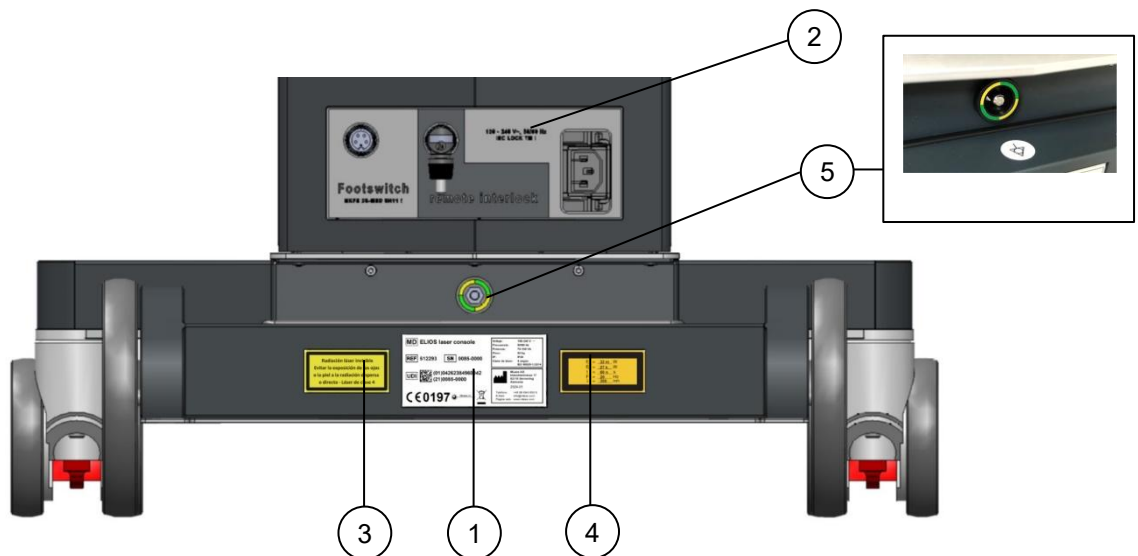

Fig. 2-1: Vista posterior
bloqueo remoto ("remote interlock") La etiqueta se encuentra en el panel posterior del láser (ver Fig. 2-1).
3.	La ELIOS laser console genera radiación láser de clase 4. No exponer los ojos ni la piel a esta radiación invisible. La etiqueta correspondiente se encuentra en el panel posterior del láser (ver Fig. 2-1).
4.	La información de salida de radiación láser se especifica en la etiqueta ilustrada. La etiqueta se encuentra en la parte posterior del láser (ver Fig. 2-1).
5.	Conector de equipotencialidad. La etiqueta se encuentra en la parte posterior del láser (ver Fig. 2-1).